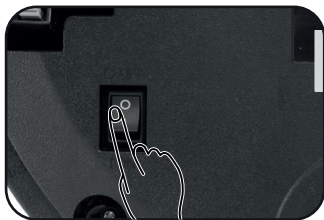

Figura 01
1. Ligue o aparelho no chave inferior **o |**— na posição **I**. **(Figura 01)**